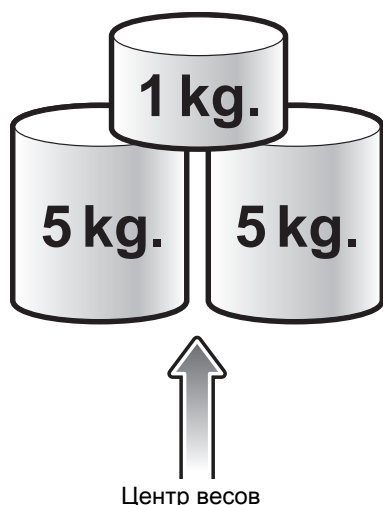

Рис. 4-4 Калибровка весов в килограммах
- б. Поместите на сканер груз весом 11 кг, как показано на Рис. 4-4: две гирьки по 5 кг в центре весов, и одну гирьку весом 1 кг поверх двух гирек по 5 кг.